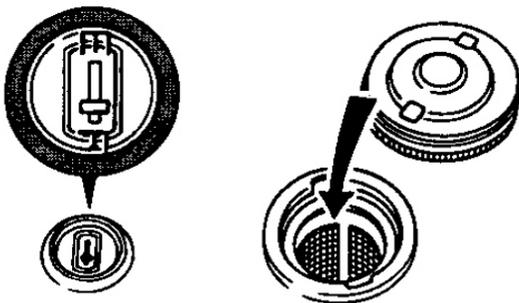

Рис.7
- На горловині для заливання палива обов'язково має бути встановлений сітчастий паливний фільтр(Рис.7).